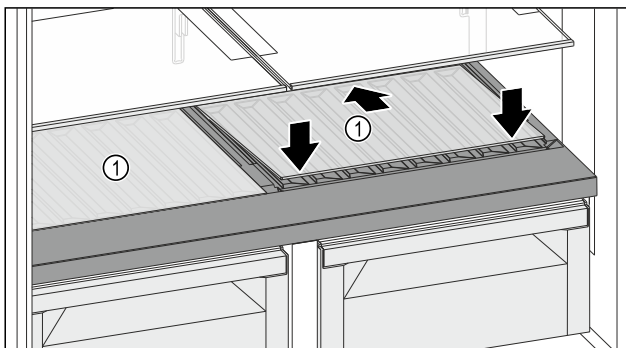

Fig. 123
- ▶ Glasplaat Fig. 123 (1) schuin naar achteren en naar beneden plaatsen.
- ▶ Glasplaat Fig. 123 (1) aan de voorzijde laten zakken.